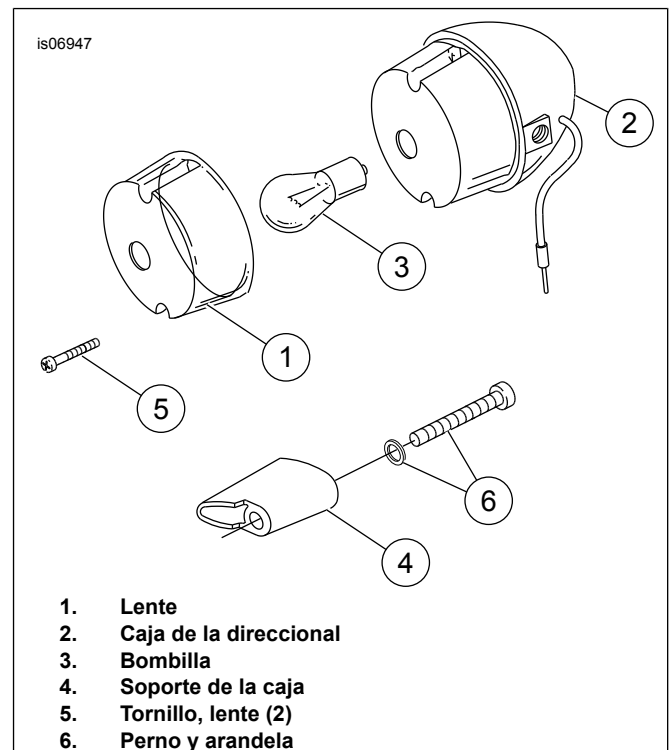

Figura 1. Extracción del vástago de fábrica
1. Vea Figura 1. Extraiga el lente (1) de la caja de la señal de giro trasera (2). Extraiga la bombilla (3) del portalámpara de la caja de la direccional.